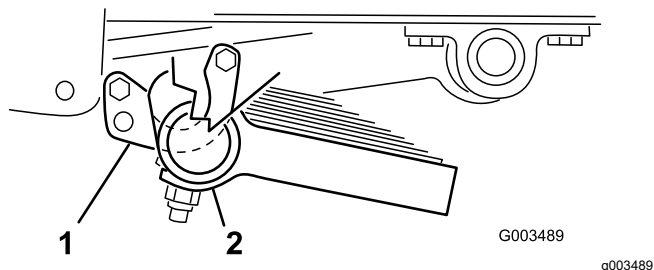

Рисунок 12
3. Закрепите переднюю часть каждой опоры на узле трубы болтом (5/16 x 1 дюйм) и контргайкой (5/16 дюйма) (**Рисунок 12**).